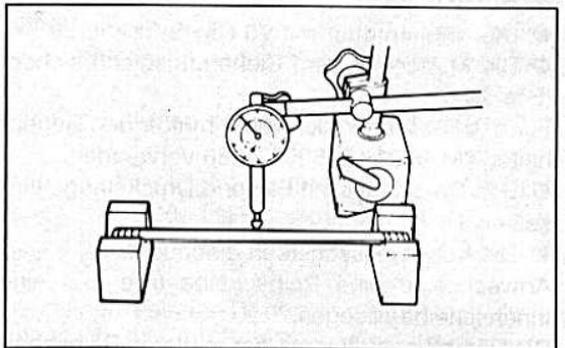

Bild 189 ▶
- Die Druckstange in zwei geschliffenen Prismen aufnehmen und den Schlag mit der Messuhr feststellen (Bild 189). Der Maximalschlag darf 0,3 mm nicht überschreiten. Die Druckstange nicht richten, sondern ersetzen.